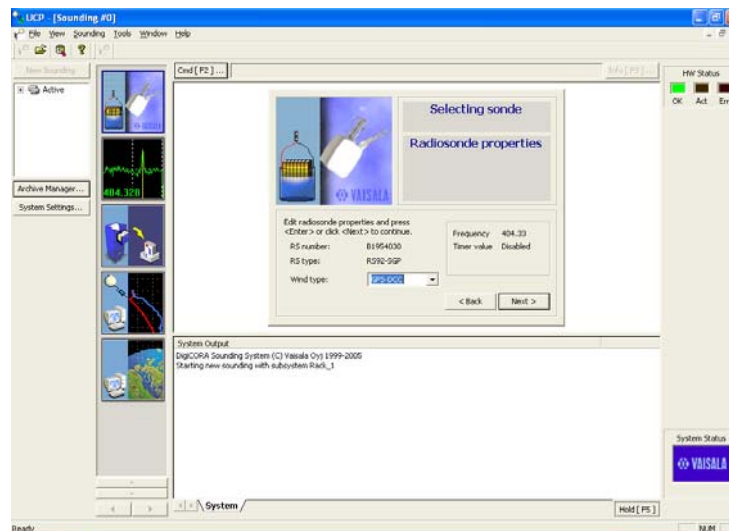

图 8a
30. 当函数读到 100%时，点击“Next”（下一步），您将会看到以下屏幕（图 8a）。核对系列号和无线电高空探测仪型号。点击“Next”（下一步）。